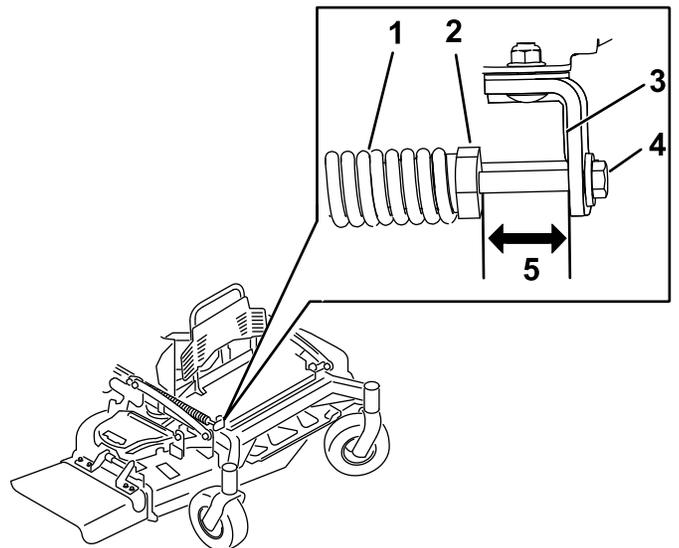

Figura 92
2. Compruebe la distancia entre la tuerca del muelle y el lado trasero del soporte de montaje soldado (Figura 92).
3. Asegúrese de que la longitud es de 47 mm – 50 mm (1.8" – 2"), como se muestra en la Figura 92.
4. Si es necesario, ajuste la distancia ajustando el perno situado en la parte delantera del soporte de montaje (Figura 92).